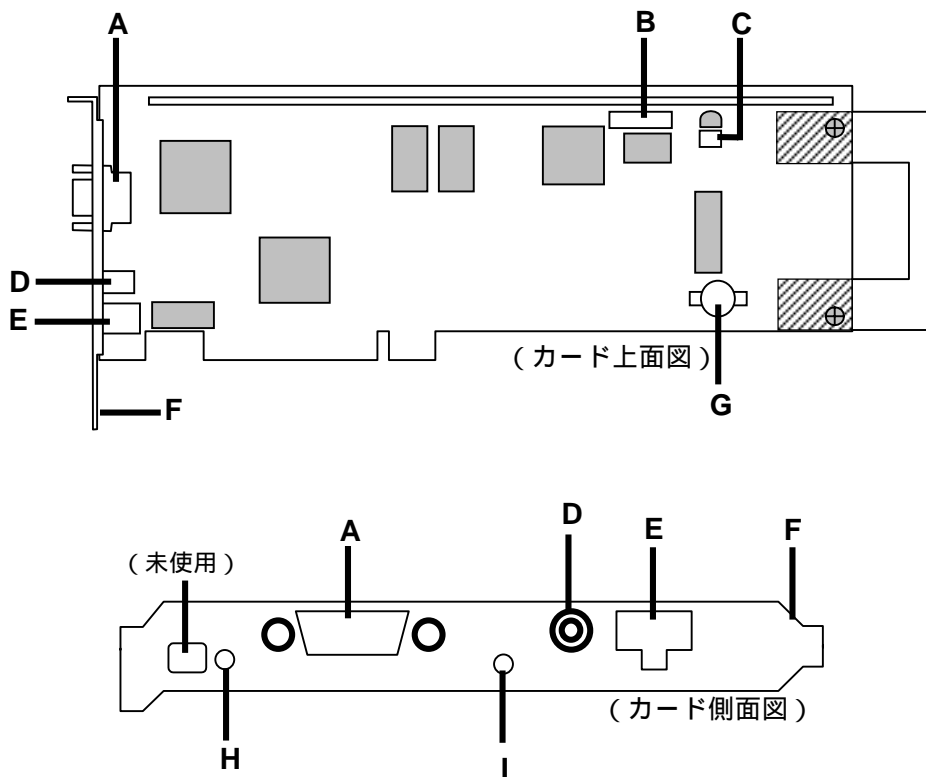

図 1-1. 本製品のレイアウト
専用コネクタ（図 1-1, C）に接続します（ケーブルの片方の端だけにコネクタがあるケーブルが第二温度センサケーブルです）。
専用コネクタ（図 1-1, B）に拡張機能用ケーブルの小さい方（20 ピン）のコネクタを接続します（ケーブルの両端にコネクタがある幅広のケーブルが拡張機能用ケーブルです）。
LAN ケーブル（10Base-T）の一方のコネクタを本製品の LAN ケーブル用コネクタ（図 1-1, E）に、もう一方のコネクタを 10Base-T の HUB に接続します。
1. 外付けモデム用 RS-232C ケーブルのコネクタを、モジュールのシリアルポート（図 1-1, A）に接続します。
2. 本製品の外部電源 (AC アダプタ) 用コネクタ (図 1-1, D) に、AC アダプタを接続します。
3. AC アダプタの電源ケーブルのプラグをコンセントに接続します。このとき、本製品の電源ランプ (図 1-1, H) が点灯することを確認します。
- 本製品のリチウム電池(図 1-1, G)は、通常お客様が交換する必要はありません。故障などによるリチウム電池の交換は、弊社担当保守員に依頼してください。